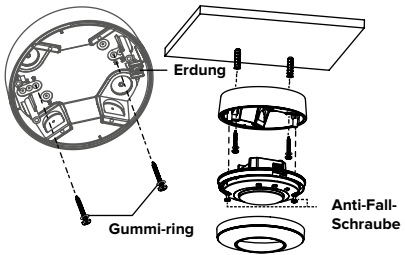

ABB. 13
3. Für die Montage an einer Deckenplatte verwenden Sie die 2 runden Ausschnitte im Gehäuse und befestigen das Gehäuse mit den 2 Schrauben mit Gummiringen (ABB. 13).
4. Schließen Sie die Verkabelung an und befestigen den Sensor mit den Schrauben zur Absturzicherung im Gehäuse (ABB. 13).